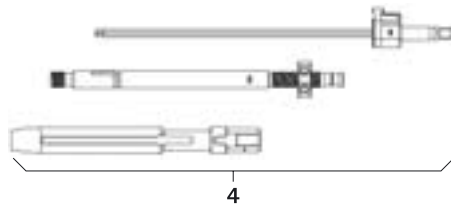

Fig. 8
- Monter le levier de réduction 4, voir Fig. 8.